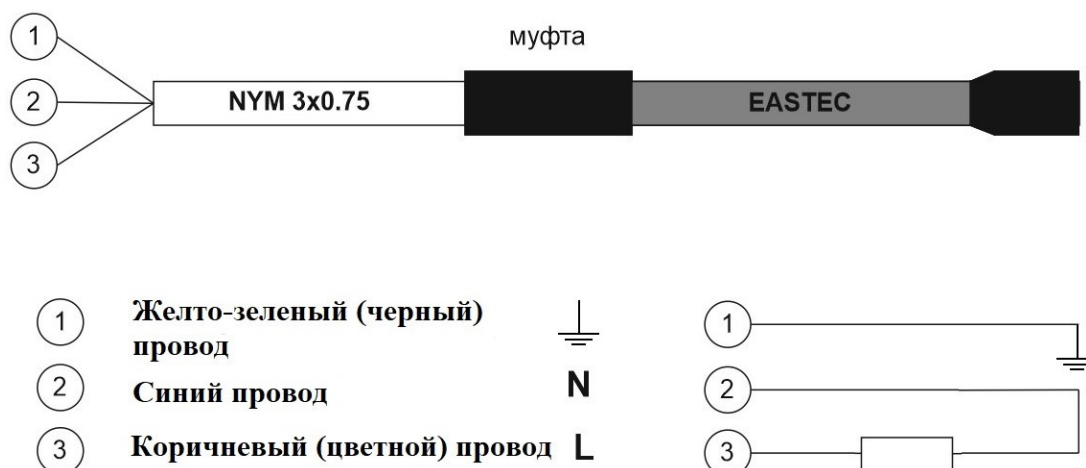

Рис. 2 Схема подключения
- 4.8. В качестве автоматизации управления подключения электрообогрева, а также в целях экономии электроэнергии, можно применять различные системы управления (например, термостат, который будет подавать питание (от сети 220В) на кабель в диапазоне температур от -5°С до +5°С). (см. рис. 2).